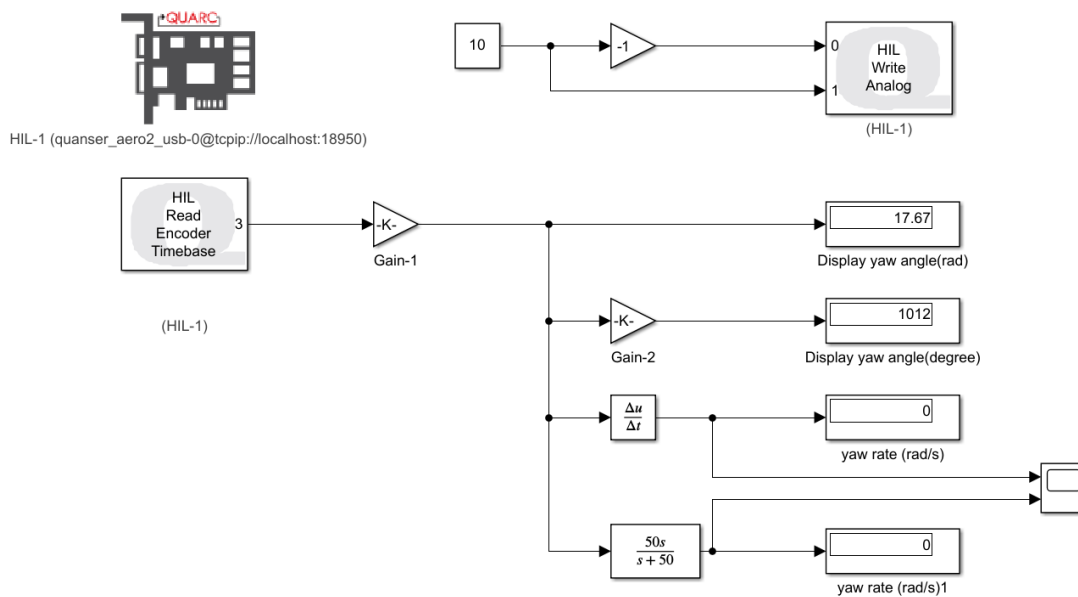

Figure 8: Estimation du taux de lacet à partir de la mesure de la position de lacet fournie par l'encodeur lorsque l'entrée est une valeur constante
À partir du modèle Simulink développé dans la section précédente, l'objectif est maintenant de construire un modèle Simulink qui estime le taux de lacet (ou la vitesse) de l'Aero en utilisant la mesure de la position de lacet fournie par l'encodeur pour une entrée constante (échelon), comme illustré dans la Figure 8.
2. Utilisez la formule de la dérivée pour calculer le taux de lacet à partir de la position de l'angle de lacet. Choisissez le bloc **Derivative** comme dans la Figure 8 et connectez-le à la sortie du gain d'étalonnage de l'encodeur pour estimer le taux de lacet à l'aide de l'encodeur (en rad/s). Connectez la sortie du bloc **Derivative** à un bloc **Display** et un **Scope**.
Ajoutez un bloc **Transfer Fcn** et connectez-le au bloc **Scope** et au bloc **Display**. Réglez le bloc **Transfer Fcn** à $\frac{50p}{p+50}$, comme illustré dans la Figure 8.